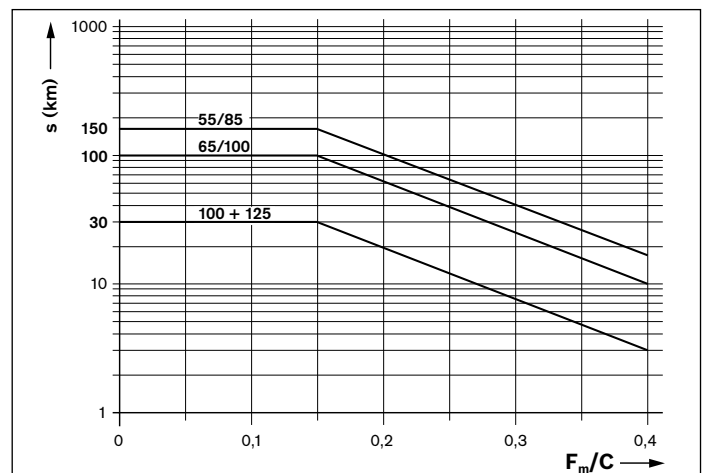

Figure 8
- ▶ Lorsque l'intervalle de relubrification présenté sur la figure 8 est atteint, injecter la quantité de relubrification indiquée dans le tableau 10.
- ▶ Lorsque l'intervalle de relubrification présenté sur la figure 8 est atteint, injecter la quantité de relubrification indiquée dans le tableau 10 dans chaque raccord de lubrification.